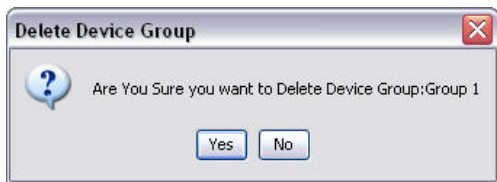

FIG. 131
- c. Utilice el ratón para seleccionar nuevamente la carpeta Grupo en la sección Sistema Matrix de la pantalla. Haga clic en el botón Eliminar grupo. Aparecerá el aviso Eliminar grupo de dispositivos que le preguntará si está seguro de que desea eliminar el Grupo de dispositivos: llamado "X" (en la FIG. 131 que se encuentra a continuación, la carpeta se llama Grupo 1). Haga clic en la opción Sí para eliminar la carpeta Grupo o No si no desea eliminarla.